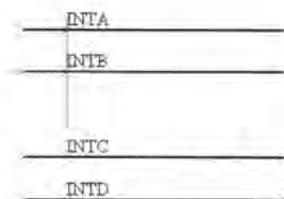

图 3-62 粘贴为网络标签
- [5] 单击 按钮后，关闭【Smart Paste】对话框，此时在原理图窗口出现了一组网络标签的虚影，随着光标而移动，如图 3-62 所示。